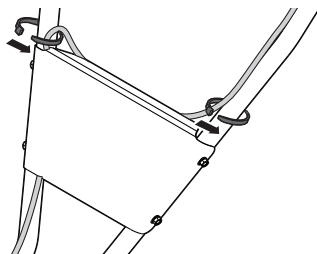

Figure 9
3. Faites passer le fil sur le guidon supérieur, ensuite derrière le panneau du guidon, et fixez-le à droite du guidon avec les câbles d'embrayage dans le coin supérieur droit du panneau. Voir la Figure 9.